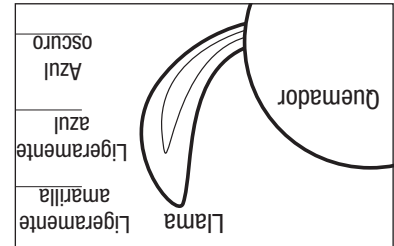

Figura 7
- 8. Después de encender el quemador observe su llama y asegúrese de que todos los orificios estén encendidos y que la altura de la llama corresponda a la del diagrama (vea Figura 7).